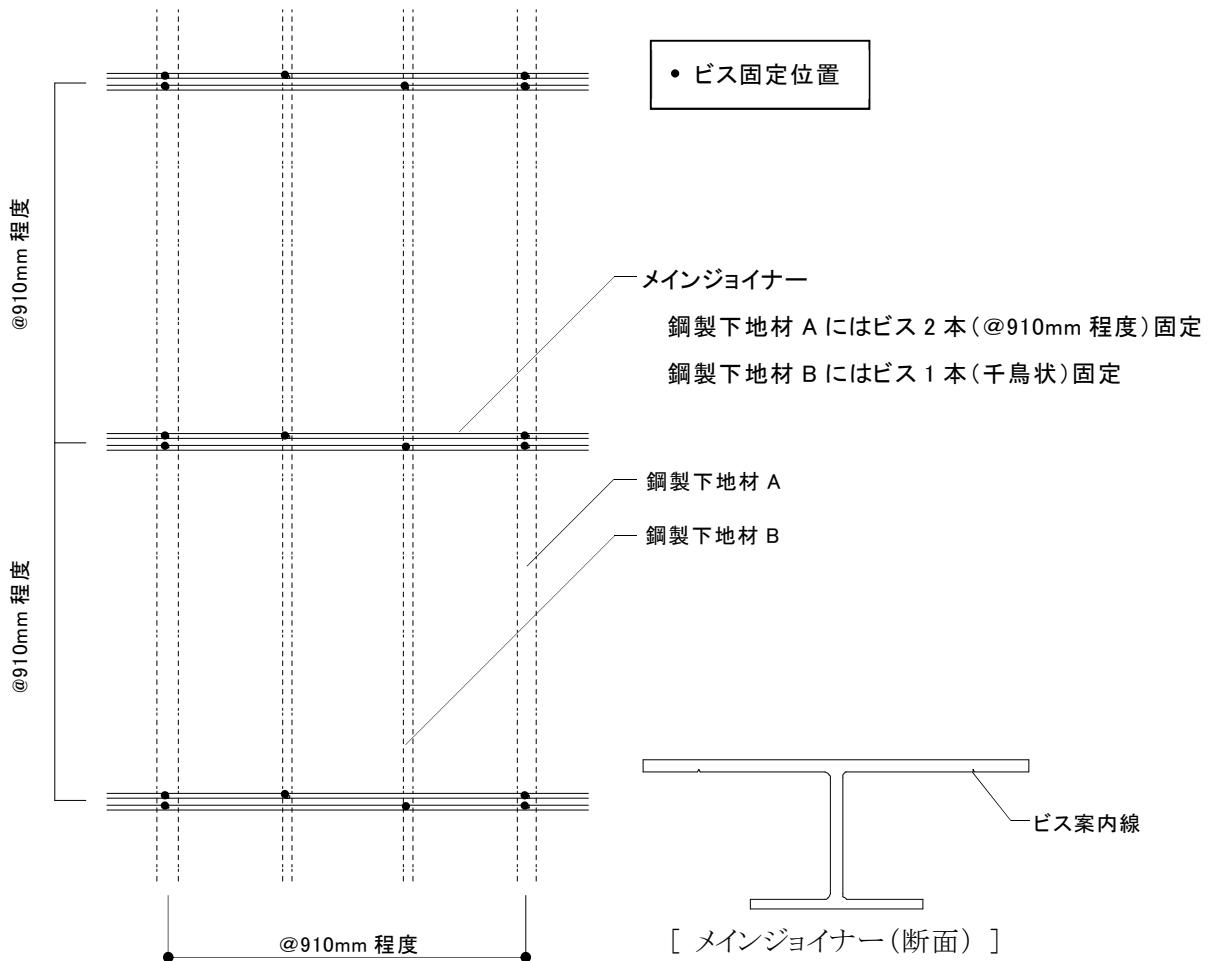

図 2-2-1 メインジョイナーの取付け
- ①メインジョイナーは幅の広い面を上にして鋼製下地材 A にビス固定する。
②メインジョイナーは鋼製下地材と直交する方向に@910mm 程度で配置する。(図 2-2-1 参照)